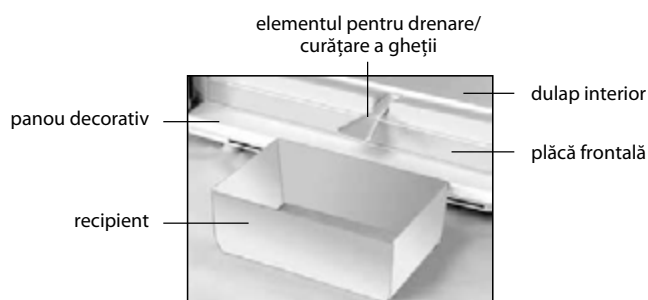

Figura 5 – Recoltarea apei provenite
– să îndepărtați apa rezultată în urma topirii, instalând în conformitate cu figura 5 elementul de masă plastică pentru drenare / pentru curățare a gheții și orice vas recipient cu volumul nu mai puțin de 2 l;
SE INTERZICE să decongețați congelatorul fără utilizarea elementului pentru drenare instalat în conformitate cu figura 5. Apa rezultată în urma topirii care se scurge din cameră afară de elementul pentru drenare, pătrunzând în locul de alăturare a plăcii frontale la dulapul interior în conformitate cu figura 5, poate provoca coroziunea dulapului exterior al congelatorului și a elementelor agregatului frigorific, defectarea izolației termice, formarea crăpăturilor dulapului interior și defectarea dulapului congelatorului.